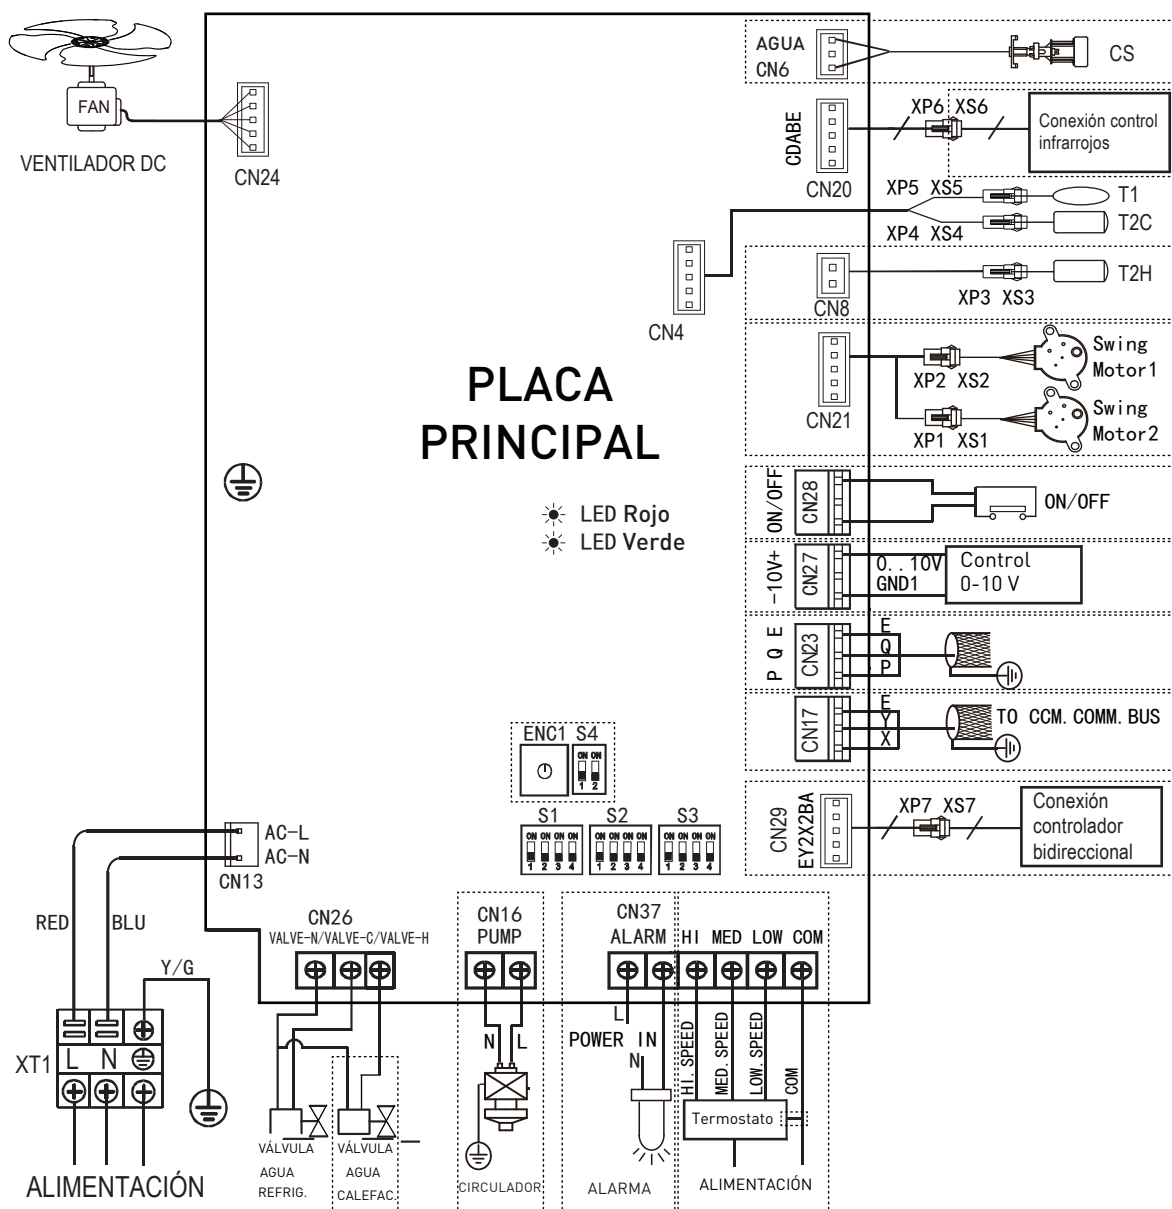

Figura 5-20 Diagrama de cableado (Ven. DC)
- Realice las conexiones eléctricas de acuerdo con la placa de identificación del cableado (Figura 5-20) de la unidad.